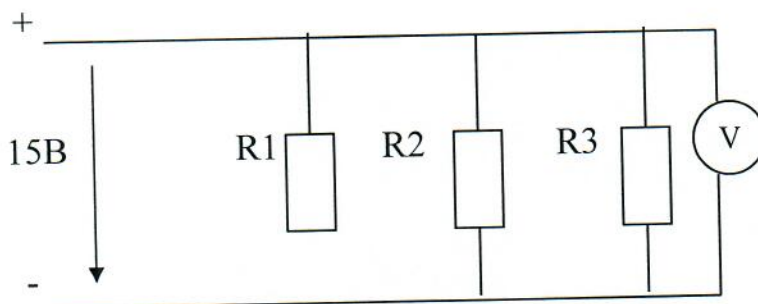
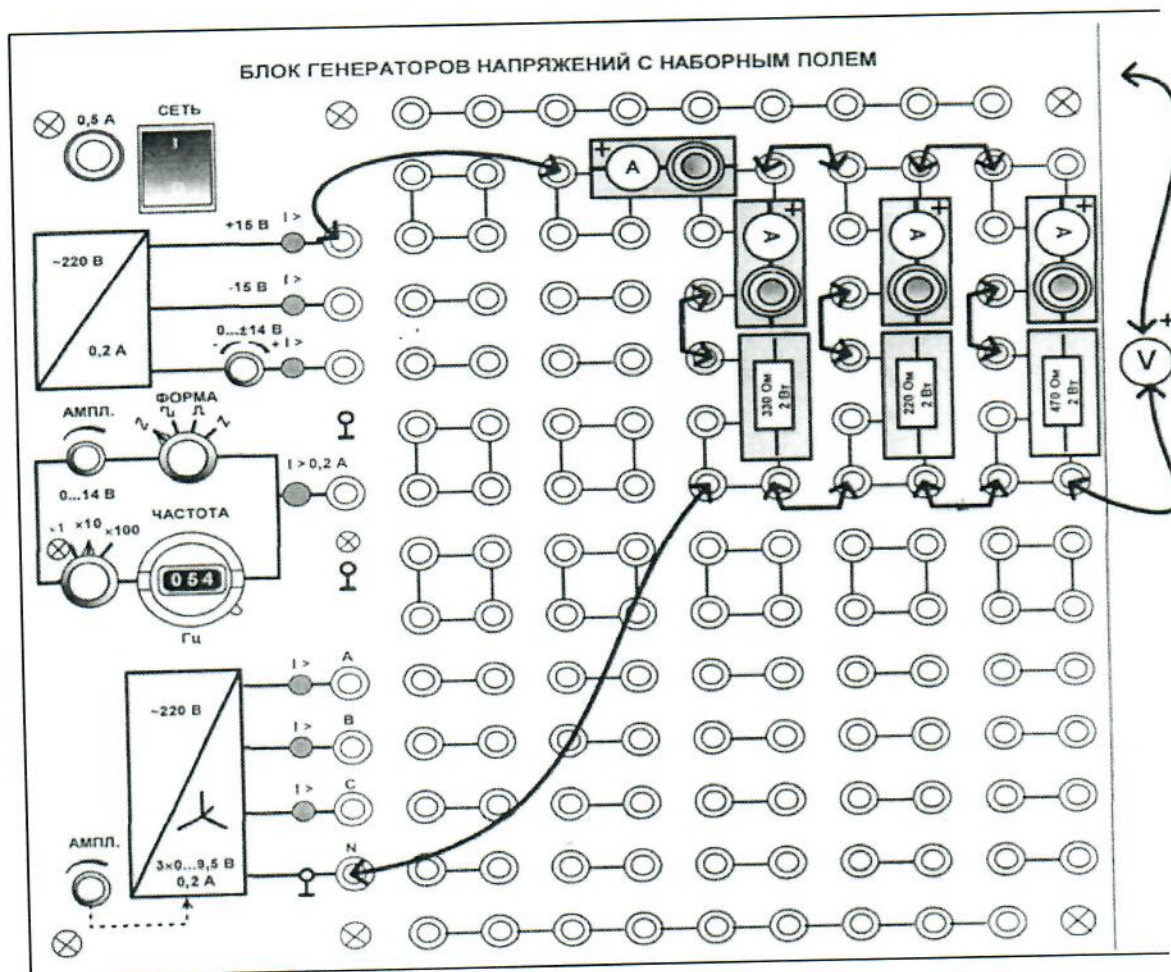

Рисунок 6.1 – Принципиальная схема
Рисунок 6.2 – Монтажная схема
Если резисторы или любые другие нагрузки соединены параллельно (рисунок 6.1), все они находятся под одинаковым напряжением.
– Соберите цепь в соответствии с принципиальной схемой (рисунок 6.1) и монтажной схемой (рисунок 6.2), вставив последовательно с каждым из резисторов (330, 220 и 470 Ом) специальные миниблоки для подключения амперметра